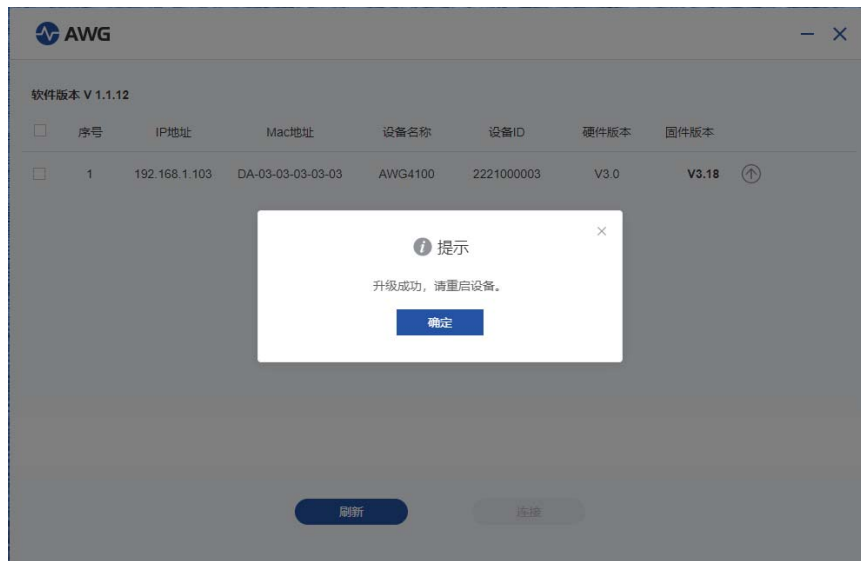

图 3.2.4 固件更新完成
- 3、等待设备固件自动更新完成后，将提示固件更新成功以及重启电源，如图 3.2.4 所示，使用设备前面板上的电源按钮重启设备。